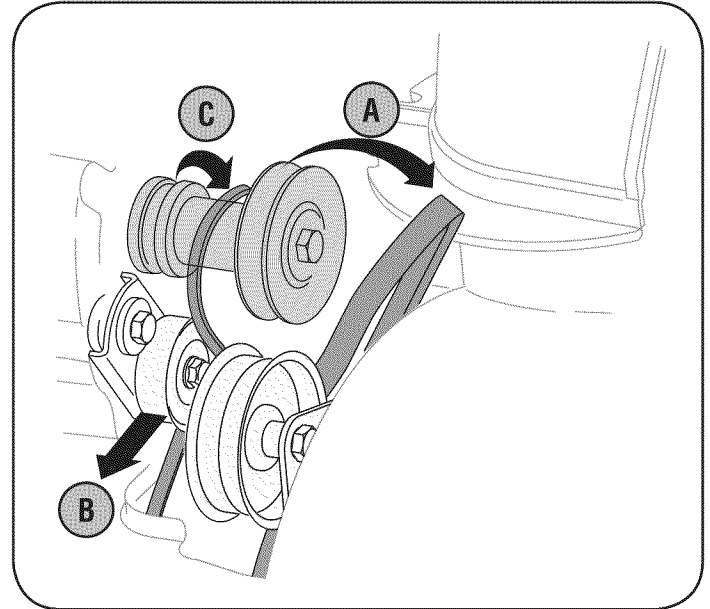

Figura 33
- Tome la polea loca y gírela hacia la derecha. Vea la figura 33.